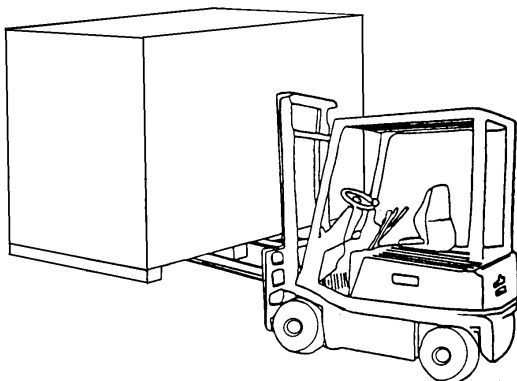

Fig. 11
- sollevare con cautela adoperando adeguati mezzi di sostegno del carico in perfetta efficienza. Utilizzare gli appositi punti di aggancio come indicato in **Fig. 11**;
- Lift with care using suitable lifting means, which should in perfect working conditions. Lift through the anchoring points as shown in **Fig. 11**;
- Vorsichtig und unter Verwendung der Last angemessener und Stützmaßnahmen heben. Dabei die dafür bestimmten Anschlag- bzw. Anhebestellen, wie in **Abb. 11** erläutert, verwenden.
- soulever avec précaution en adoptant des moyens de soutien de la charge appropriés et en parfait état de marche. Utiliser les points d'accrochage appropriés comme indiqué **Fig. 11**;
- levantar con cuidado utilizando medios de sujeción de la carga eficientes. Utilizar los puntos de enganche específicos como se indica en la **Fig. 11**;